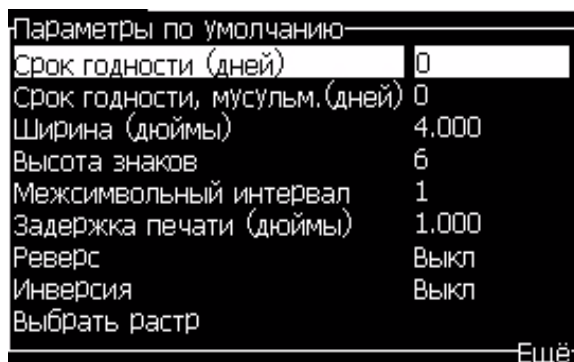

Рисунок 5-10: Диалоговое окно “Default Parameters” (параметры по умолчанию)
Различные доступные параметры (“*Messages Default Parameters*” (параметры> сообщений по умолчанию)) отображены в Таблица 5-10 и Рисунок 5-10 на странице 5-26.
- 2 Выберите опцию “Default Parameters” (параметры по умолчанию) (Рисунок 5-10 на странице 5-26) для редактирования значений параметров.